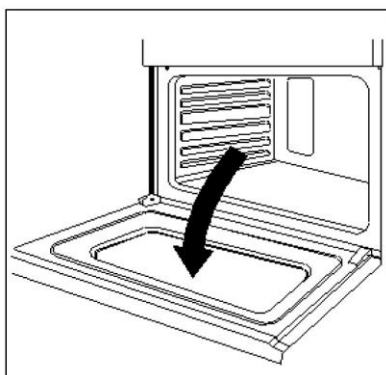

Figure 7
1. Veuillez ouvrir complètement la porte (voir la figure 7).